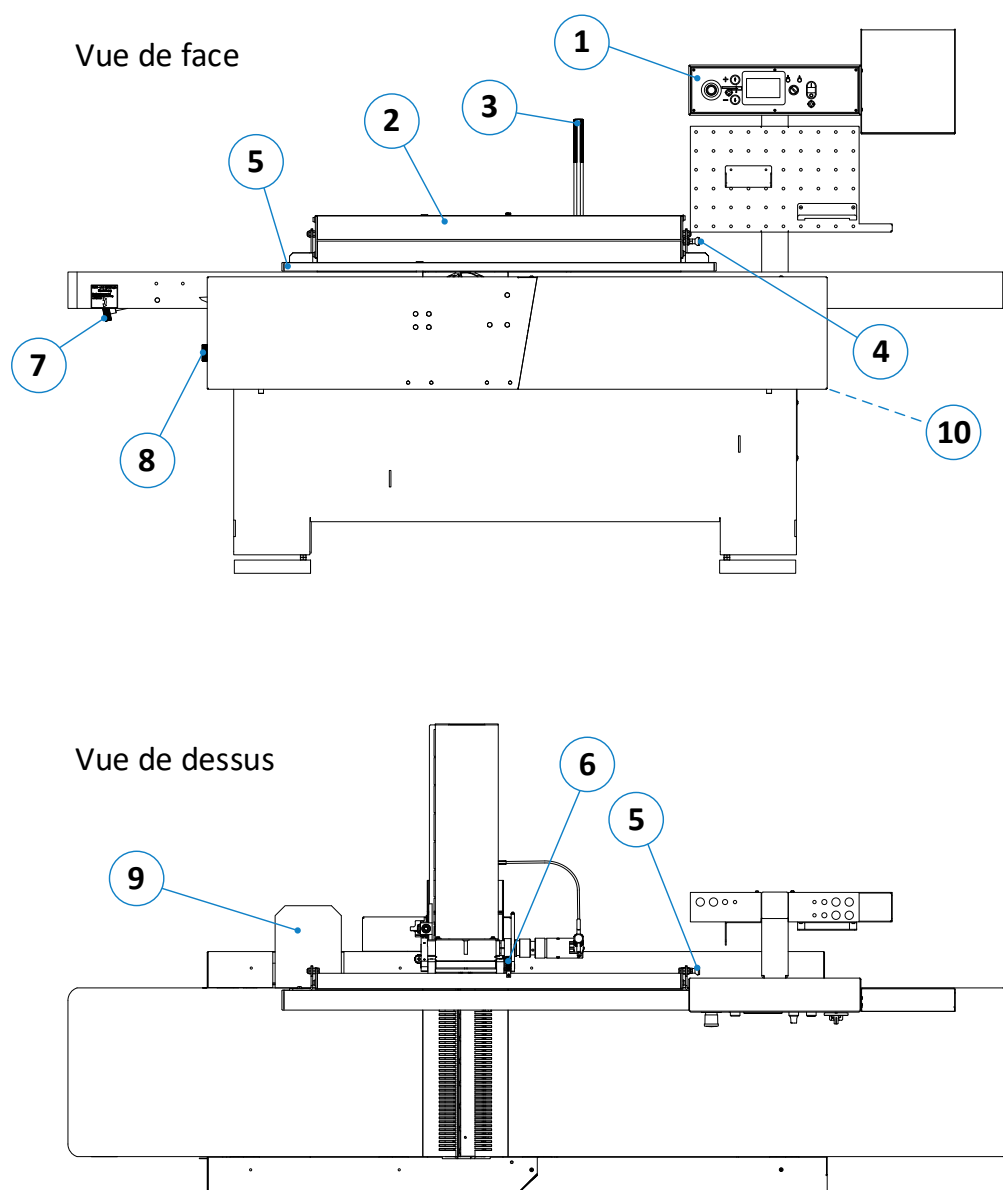

Figure 13 : composants et éléments de commande - machine
Les appareils supplémentaires tels que les appareils d'avance peuvent être montés sur la console (9) prévue à cet effet (voir également « Composants et éléments de commande » dans la ⇒ Figure 13 à la page suivante). Cette console est livrée en standard avec la machine.
Cette section présente une vue détaillée du panneau de commande (1) illustré sur ⇨Figure 13. Cette vue agrandie permet de mieux visualiser les éléments de commande respectifs.